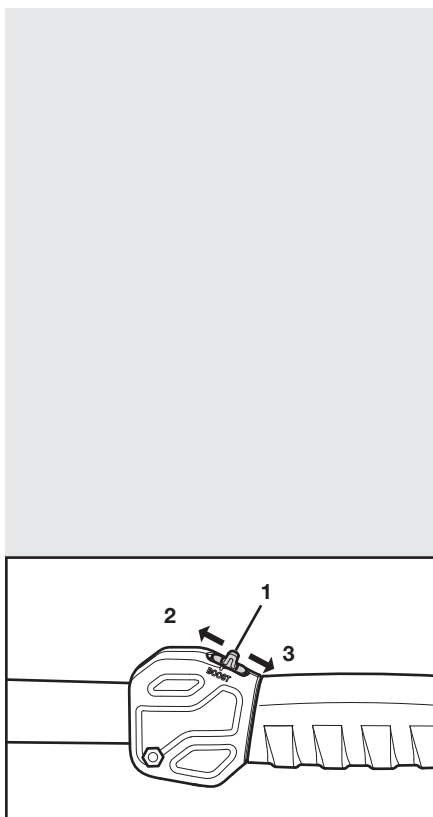

Fig. 5
El botón de control de alimentación (1) permite que el operador pase del modo Refuerzo (2) al modo Eco (3), según la necesidad (Fig. 5):
Oprima el botón de control de potencia hacia adelante para el modo Refuerzo (Fig. 5). Oprima el botón de control de potencia hacia atrás para volver al modo Eco (Fig. 5).